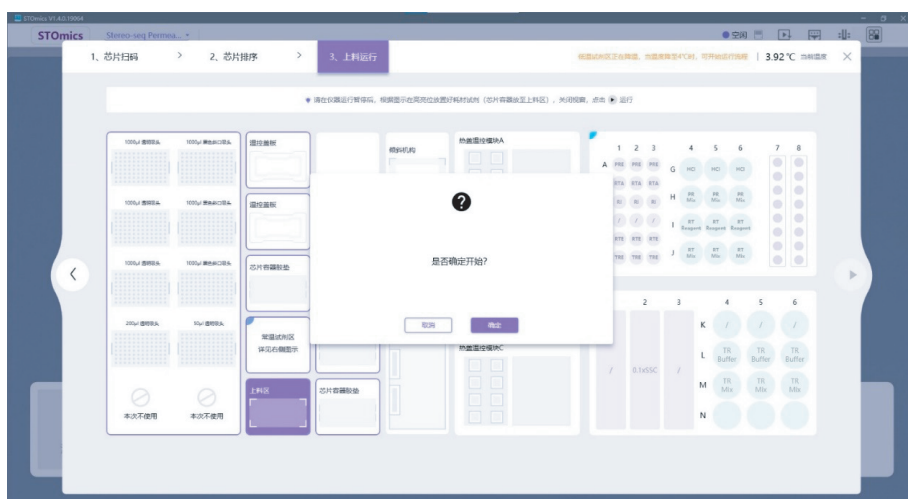

图 2-17 STOmics 软件流程确定开始界面
- c. 所有物料耗材核对放置无误后，关上舱门，点击继续按钮 ，会弹出如图 2-17 所示的“是否确定开始”弹窗，点击“确定”，实验流程开始运行。此时舱门会自动锁上。